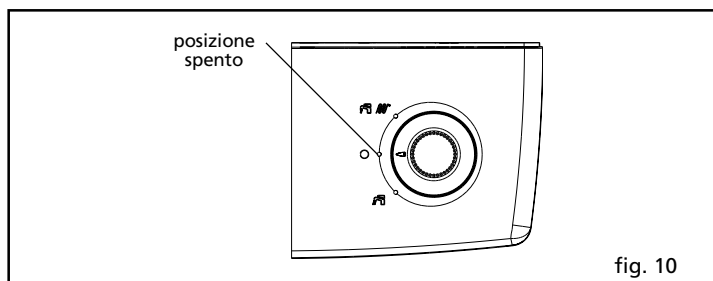

fig. 10
- posizionare il selettore di funzione posto sul pannello comandi sulla posizione (spento) (fig. 10)
- riportare il selettore di funzione (fig. 10) sulla funzione desiderata
- spegnere la caldaia posizionando il selettore di funzione posto sul pannello comandi sulla posizione O (spento) (fig. 10)